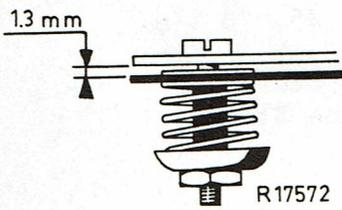

Fig.2
5. La suspension flexible du moteur doit être réglée de façon que la distance entre la plaque de montage et la plaque de montage du moteur est de 1,3 mm. (Voir fig. 2).